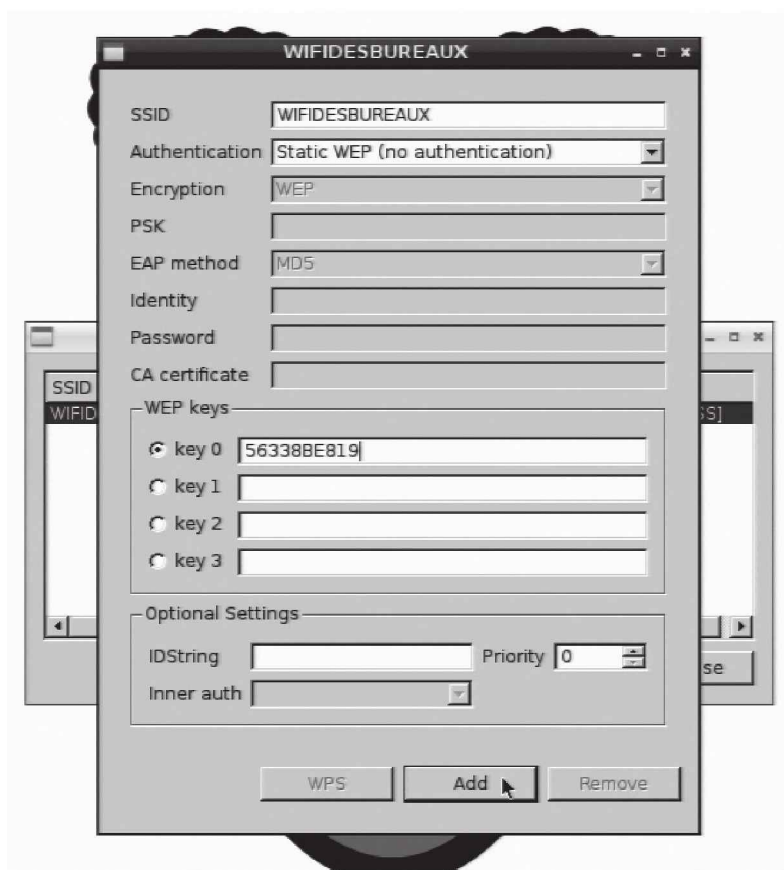

Figure 3.5 – Une fois le réseau sélectionné, il faut définir sa ou ses clés de cryptage.
Un double-clic sur le réseau auquel vous souhaitez connecter le Raspberry Pi a pour effet de faire afficher sa fenêtre de paramétrage, visible figure 3.5 ; fenêtre dans laquelle il est nécessaire de renseigner la ou les clés de cryptage selon le cas. Dans l'exemple choisi ici, le réseau sans fil utilise une clé WEP qu'il suffit donc de renseigner à la rubrique **key 0** par exemple.